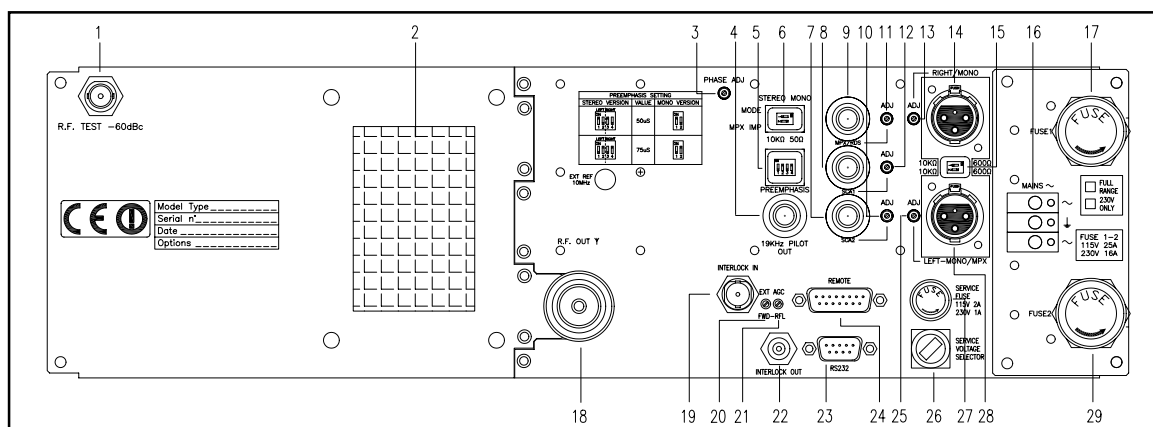

Figura 6.2
- Preenfasi (switch [5] Figura 6.2):
- Impedenza ingressi L e R (tipo XLR) (switch [15] Figura 6.2):
- Modalità di funzionamento/impedenza ingresso MPX (switch [6] Figura 6.2):
La funzione Power Good è una funzione di controllo e allarme sulla potenza erogata. Quando la potenza in uscita scende al di sotto del valore di soglia di Power Good impostato, la macchina modifica lo stato di un pin del connettore DB15 "Remote" sul pannello posteriore (figura 6.2 nota [24]).